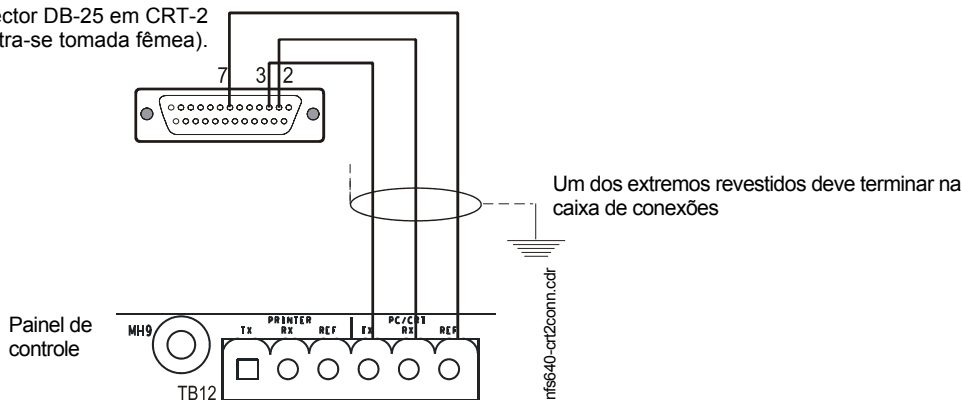

Figura 3.28 Conexão de um CRT-2
1. Conecte os três (3) contatos abertos do cabo personalizado no bloco do terminal TB12 no painel de controle, como aparece na figura 3.28.